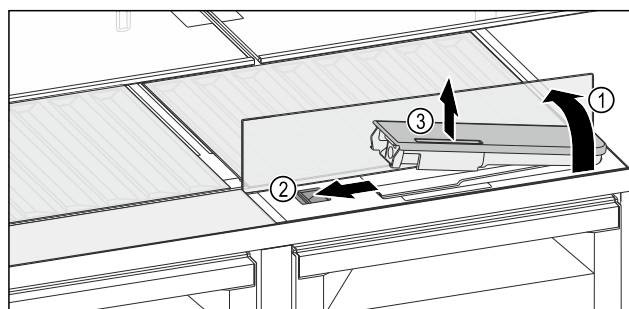

Fig. 140
- ▶ Podnieść płytę szklaną i złożyć ją z powrotem, aż do oporu Fig. 140 (1).
- ▶ Przesunąć suwak Fig. 140 (2) w lewo.
- ▶ Wyjmowanie zbiornika wody Fig. 140 (3).